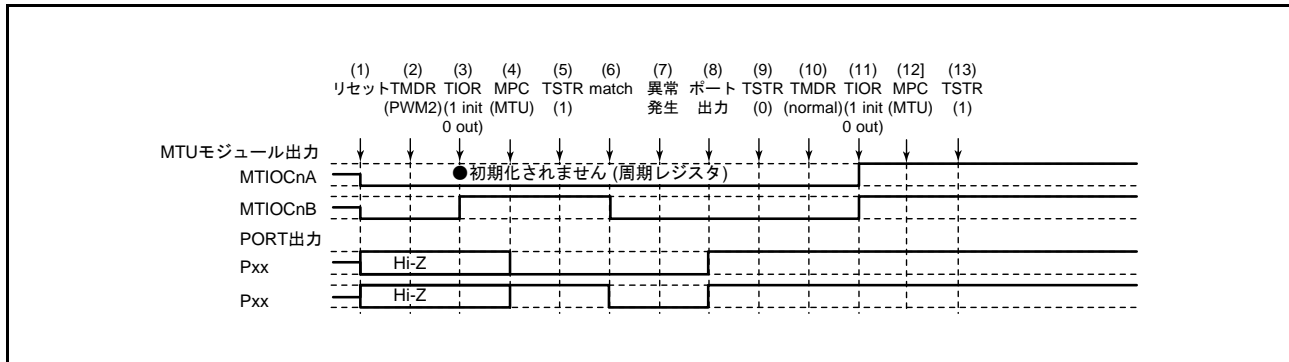

図 20.139 PWM モード 2 で異常が発生し、ノーマルモードで復帰する場合
PWM モード 2 で異常が発生し、再設定後ノーマルモードで再スタートする場合の説明図を図 20.139 に示します。
(1) ~ (9) は図 20.139 と共通です。
(10) PWM モード 1 を設定します。
(11) TIOR レジスタで端子を初期化してください。なお、PWM モード 1 では MTIOCnB (MTIOCnD) 端子に波形が出力されません。出力すべきレベルがある場合は、I/O ポートのポート方向レジスタ (PDR)、ポート出力データレジスタ (PODR) で汎用出力ポートの設定をしてください。
(12) MPC と I/O ポートのポートモードレジスタ (PMR) で MTU 出力としてください。
(13) TSTR レジスタで再スタートします。
(15) PWM モード2で動作中に異常が発生し、PWM モード2で再スタートする場合の動作
(1)～(9)は図 20.139 と共通です。
(10) PWM モード2で再スタートする場合には必要ありません。
(11) TIOR レジスタで端子を初期化してください。なお、PWM モード2では周期レジスタの端子に波形が出力されません。出力すべきレベルがある場合は、I/O ポートのポート方向レジスタ (PDR)、ポート出力データレジスタ (PODR) で汎用出力ポートの設定をしてください。
(16) PWM モード2で動作中に異常が発生し、位相計数モードで再スタートする場合の動作
(10) 位相計数モードを設定します。
(11) TIOR レジスタで端子を初期化してください。
(17) 位相計数モードで動作中に異常が発生し、ノーマルモードで再スタートする場合の動作